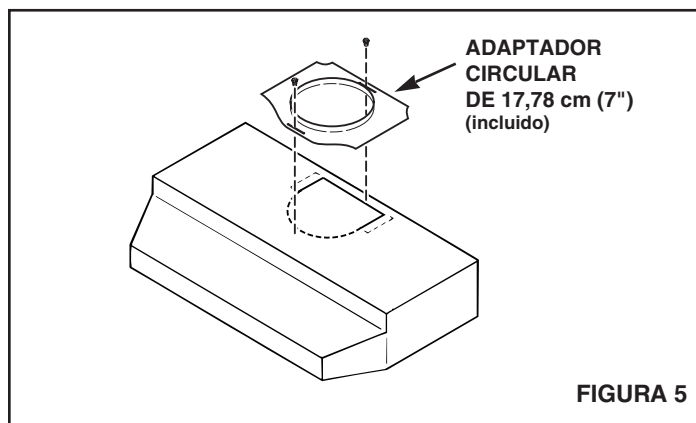

FIGURA 5
2. **Para una instalación de descarga circular de 17,78 cm (7")**, **refiérase a la FIGURA 5.** Asegure el adaptador de 17,78 cm (7") (incluido) al tope de la campana usando los tornillos provistos. Instale regulador redondo de 17,78 cm de diámetro (Modelo BP87, se compra por separado).